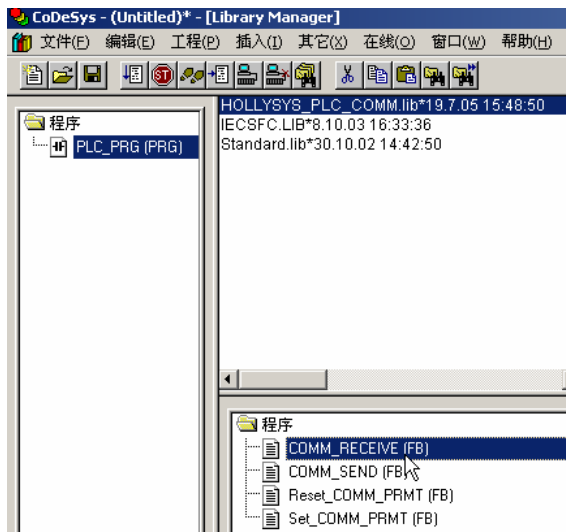

图 1-5-3
- ◆ 如图 1-5-3，上面选择的库被添加到列表中，该库所包含的功能块显示在图中鼠标位置。